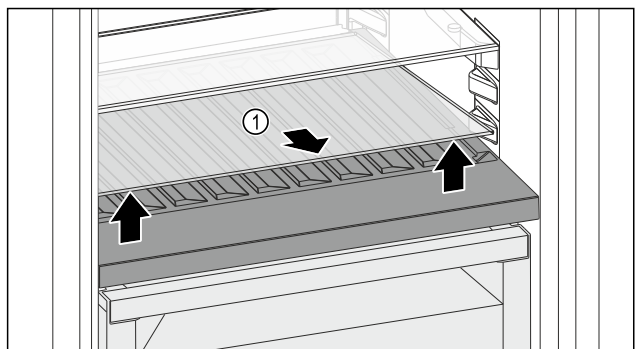

Fig. 156
- Sollevare il ripiano di vetro Fig. 156 (1) dall'incavo anteriore e rimuoverlo.
- Conservare il ripiano di vetro Fig. 156 (1) fuori dall'apparecchio in un luogo sicuro.